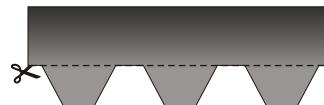

Fig. 2 - Tăierea părții inferioare
- Plăcilor din primul rând li se vor tăia în prealabil partea inferioară conform desenului din Fig.2;